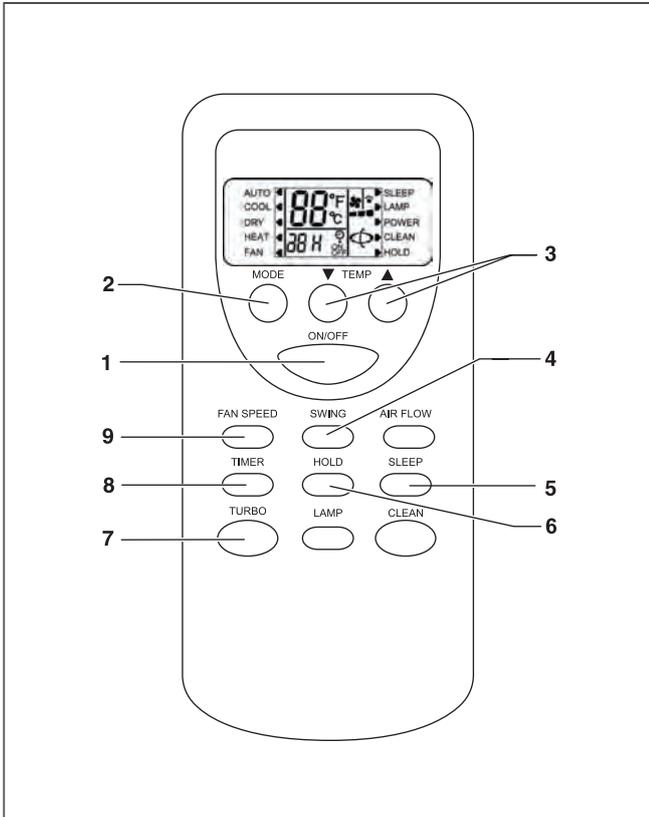

Рис. 7.1 Вид кнопок.
- Нажмите кнопку ON/OFF (ВКЛ/ВЫКЛ) (см. рис. 7.1) для того, чтобы проверить, что батареи вставлены правильно.